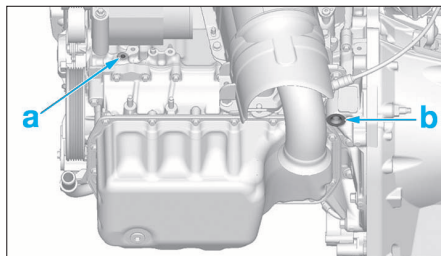
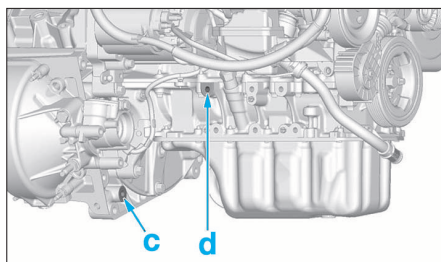

FIG. 62
FIG. 63
- A l'aide d'un outillage de soutien pour la dépose du groupe motopropulseur, ancrer en (a), (b), (c) et (d) les bras (Fig.62) et (Fig.63).